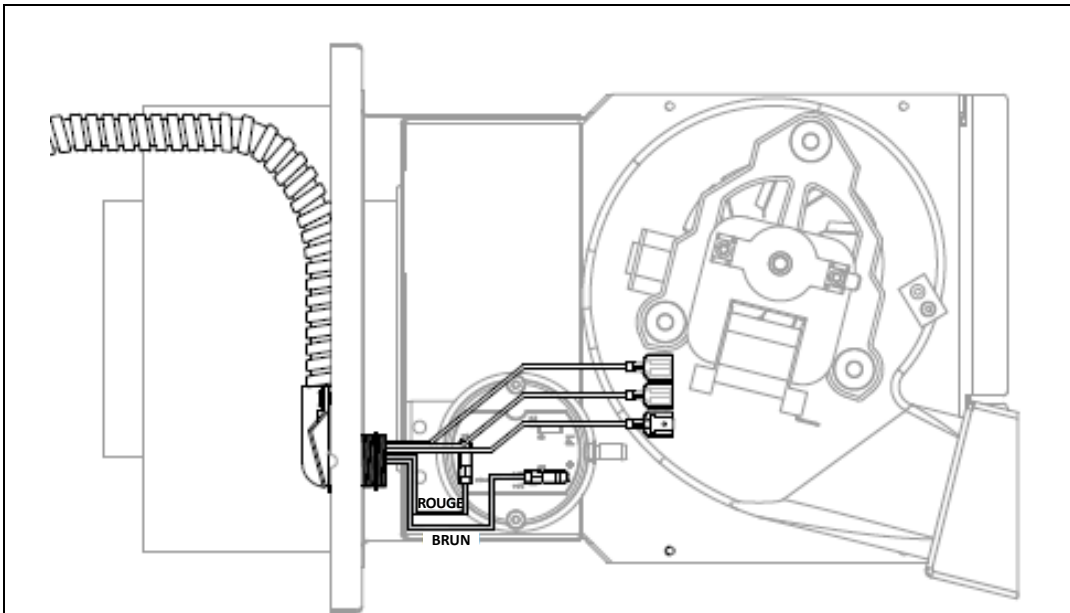

Figure 6.11 - Connexion des fils rouge et brun à l'interrupteur d'aspiration
1. Après avoir installé le faisceau de câbles à l'arrière du Power Vent (à l'étape 4 de la Section 6.1), vous pouvez commencer à effectuer les connexions au Power Vent. Connectez les fils rouge et brun à l'interrupteur d'aspiration, tel que montré à la Figure 6.11.